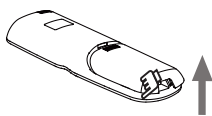

fig. 7
2) Levante la tapa de la batería desde el extremo inferior izquierdo para abrirla (véase “fig. 7”);